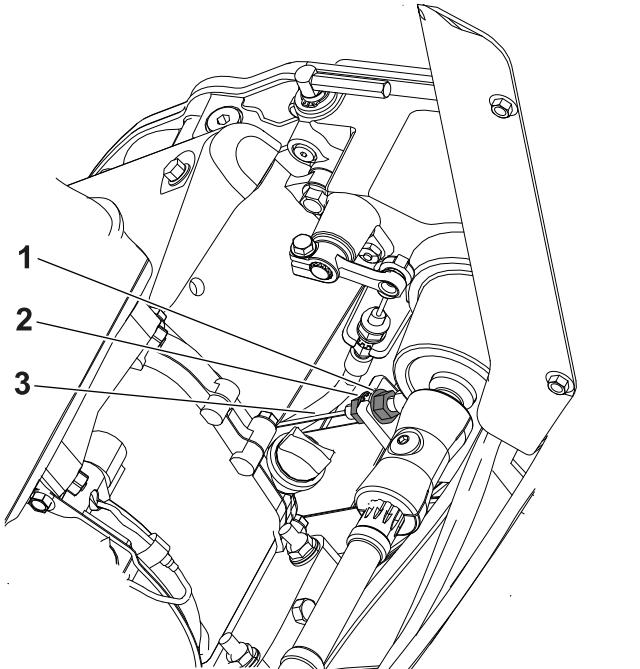

Figure 38
2. Desserrez l'écrou de blocage arrière et serrez l'écrou de blocage avant (Figure 38).